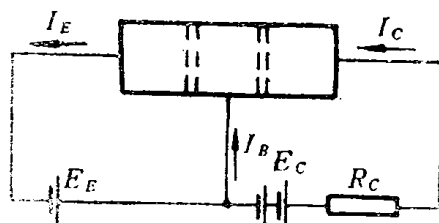

图1-16
1.21 在图1-16所示电路中,若发射极电流 $I_E = 10.2\text{mA}$,基极电流 $I_B = 0.2\text{mA}$,求: